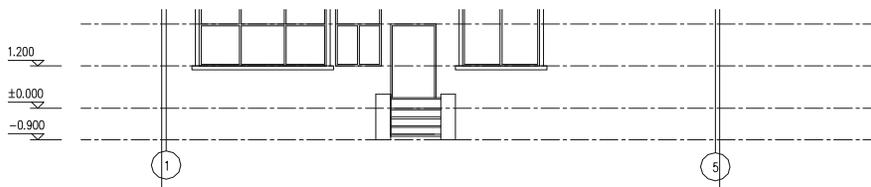

图 10-1-16
**STEP 15** 使用修剪命令 TRIM 修剪多余的线段, 并结合 LINE 和 OFFSET 命令, 绘制出栏杆, 如图 10-1-16 所示。